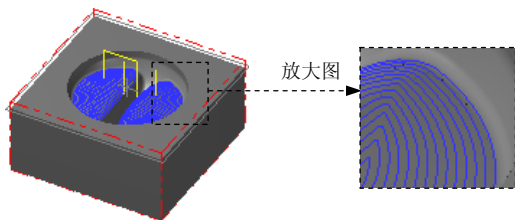

图 4.20 刀具路径
Step5. 设置浅平面精加工参数。在“曲面精加工浅平面”对话框中单击 **浅平面精加工参数** 选项卡，在 **大切屑间距 (M)** 文本框中输入值 1，在 **倾斜角度** 文本框中输入 45，然后选中 ☒ **由内而外环切**、☒ **切削顺序依照最短距离** 复选框；选中 ☒ **限定深度 (D)** 复选框并单击该按钮，在系统弹出的“限定深度”对话框的 **最高位置** 文本框中输入 -2，然后单击  按钮。
Step6. 单击“曲面精加工浅平面”对话框中的  按钮，同时在图形区生成图 4.20 所示的刀具路径。